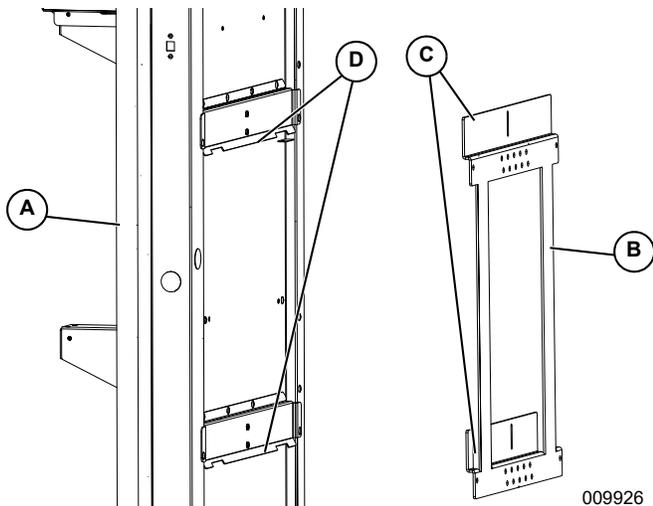

Figura 4-7. Soporte de montaje (1 de 2)
1. Consulte la **Figura 4-7**. Levante el cuerpo (A) y colóquelo en el soporte (B). Mantenga el cuerpo ceñido a la pared mientras lo baja hacia el soporte. Verifique que las lengüetas del soporte (C) se enganchen en las cavidades del cuerpo (D).